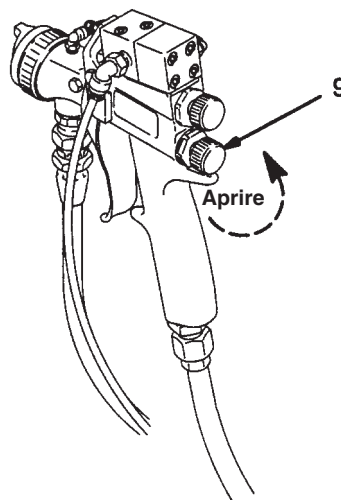

Fig. 7
- A. Partendo con la manopola in posizione completamente chiusa, ruotare la manopola di regolazione del fluido (9) in senso antiorario di quattro giri. Ved. Fig. 7.